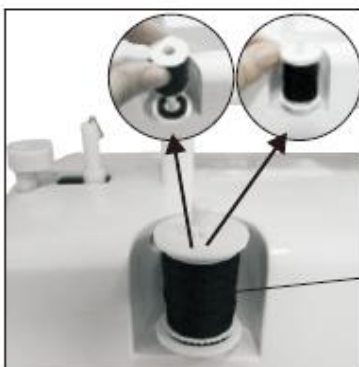

Fig. 20
1. Sæt en trådspole på spolestiften. (Fig. 20)